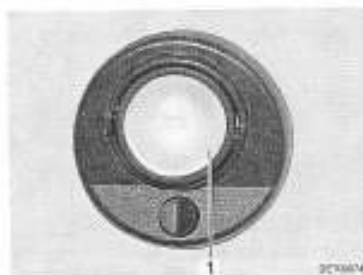

Fig. 209 Lampe halogène rapportée de la cabine de conduite (modèle I)
- Soulever prudemment le couvercle en verre (Fig. 209,1) avec un outil approprié (p. ex. tournevis) et le retirer.